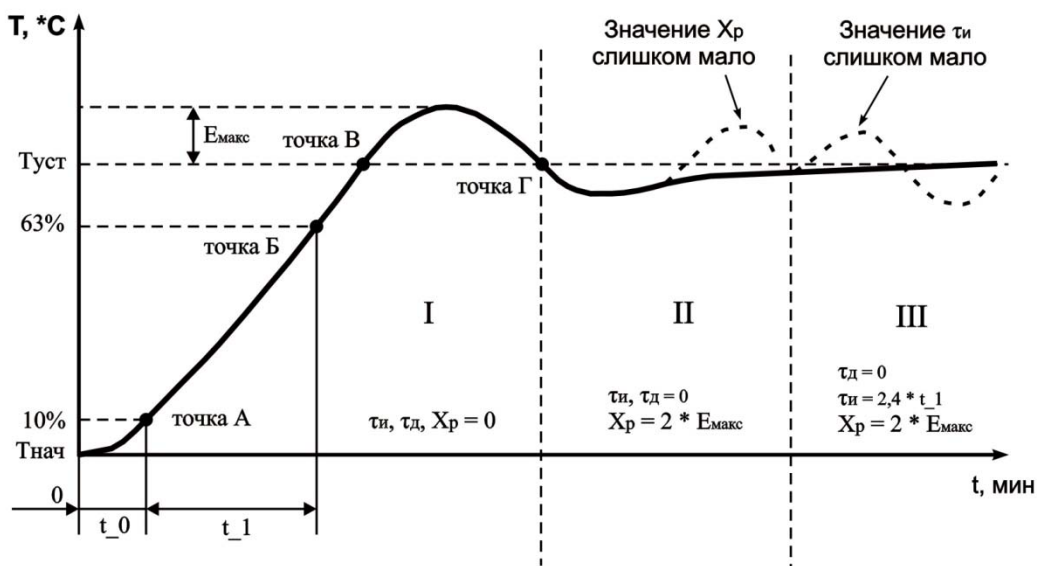

Рисунок 7.1 - Ручная настройка ПИД-регулятора
7.2.5.2.3 Установить значение параметра $c_{H1} = 3$ (c_{H2} , c_{H3} , c_{H4}). После нажатия кнопки **ВВОД**, на индикаторе отобразится мигающая надпись “ $P \bar{c} d$ ” с соответствующим индикатором номера настраиваемого канала в течении времени 10 сек (время может меняться в зависимости от установленного времени фильтра $F t_1$, $F t_2$, $F t_3$, $F t_4$). По окончании времени регулятор выдаст непрерывный максимальный выходной сигнал и на дисплее отобразится текущая температура с точкой в младшем разряде “xxx.”. В результате чего выходное реле нагрузки будет включено до тех пор, пока не будет достигнута величина температуры равная S^P ($T_{уст}$). После выключения реле нагрузки (стадия I, точка B на рисунке 7.1) некоторое время температура по инерции будет продолжать увеличиваться. Как только контролируемая температура опустится ниже S^P ($T_{уст}$), процесс автонастройки заканчивается (точка Г рисунок 7.1), на дисплее отображается непрерывная надпись “ $P \bar{c} d$ ”. ОРТИДИН ТР-101 вычисляет коэффициенты ПИД регулятора: полюсу пропорциональности X_p , постоянную времени интегрирования τ_i , постоянную времени дифференцирования τ_d . После окончания автонастройки необходимо нажатием кнопки **МЕНЮ** перевести прибор в режим программирования, в котором можно посмотреть и скорректировать полученные значения коэффициентов.
7.2.6.3.6 Измерить максимальное значение перерегулирования между точками В и Г (Е_{макс}. рисунок 7.1).